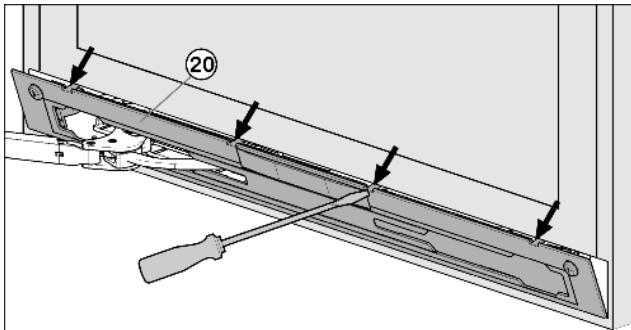

Fig. 9
- Выведите накладку Fig. 9 (20) из зацепления и снимите ее с помощью шлицевой отвертки.